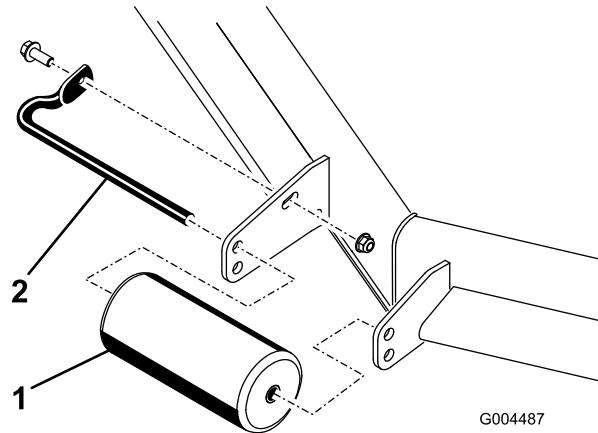
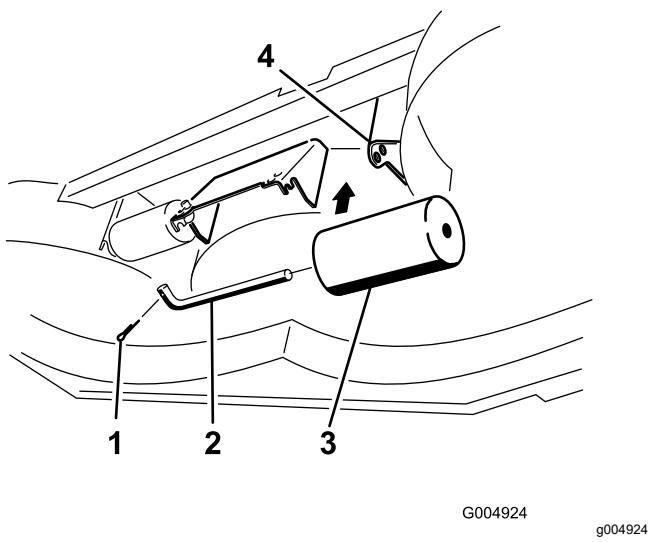

Bild 12
Bild 16
4. Nehmen Sie die Befestigungen ab, mit denen jede Rolle am Mähwerk befestigt ist, und schieben Sie die Rollen nach oben oder unten, siehe Bild 12 bis Bild 16, abhängig vom Mähwerk.